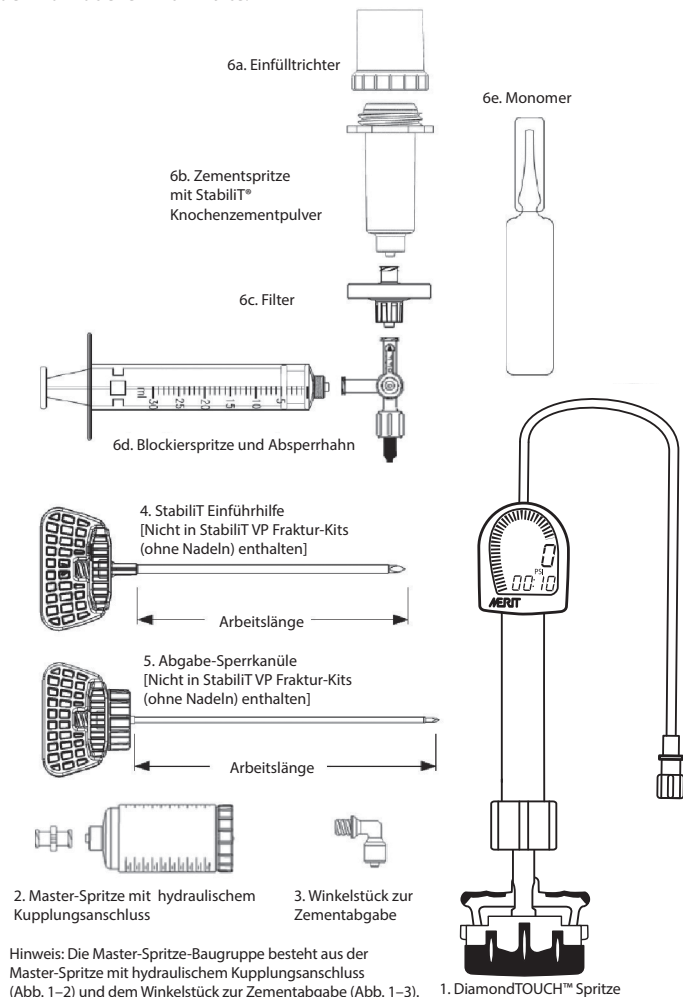

Abbildung 1: StabiliT VP Vertebroplastie-System
- Winkelstück zur Zementabgabe (Abb. 1–3): Zur Verbindung der Zementspritze mit der Abgabe-Sperrkanüle für die Abgabe von Knochenzement.
- Abgabe-Sperrkanüle (Locking Delivery Cannula, LDC) mit Diamantspitze (Abb. 1–5), wenn mitgeliefert: Die LDC ist für den perkutanen Zugang zum Knochen in der Wirbelsäule und zur Zementabgabe vorgesehen.
- StabiliT Einführhilfe mit Diamantspitze (Abb. 1–4): Die StabiliT® Einführhilfe ist für den perkutanen Zugang in Wirbelsäulenknöchel vorgesehen. Das Produkt wird mit einem Mandrin mit Diamantspitze und Kanüle geliefert. Siehe untenstehende Tabelle für Produktinformationen.
- StabiliT Misch- und Sättigungssystem für Knochenzement (Abb. 1–6):
- Einfülltrichter (Abb. 1–6a)
- Zementspritze mit StabiliT Knochenzementpulver (Abb. 1–6b)
- Filter (Abb. 1–6c)
- Blockierspritze und Absperrhahn (Abb. 1–6d)
- Monomer (Abb. 1–6e)
- DiamondTOUCH Spritze (Abb. 1–1): Zum Einbringen von Knochenzement in den Wirbelkörper.
- Master-Spritze mit hydraulischem Kupplungsanschluss (Abb. 1–2): Die Master-Spritze und der hydraulische Kupplungsanschluss sind für die Abgabe des StabiliT Knochenzements vorgesehen.